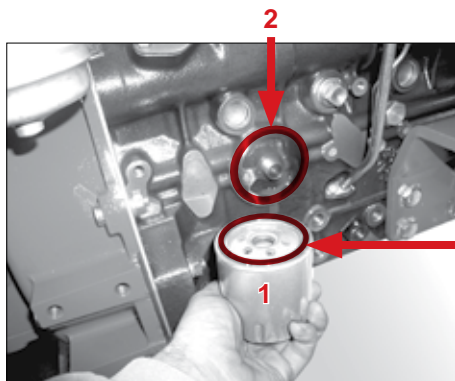

Fig. 73
2. Dévisser le filtre à huile moteur pos. 1 (Fig. 73).
3. Nettoyer la surface d'étanchéité du porte-filtre pos. 2 (Fig. 73).
4. Huiler légèrement le joint en caoutchouc du nouveau filtre à huile moteur pos. 3 (Fig. 73).